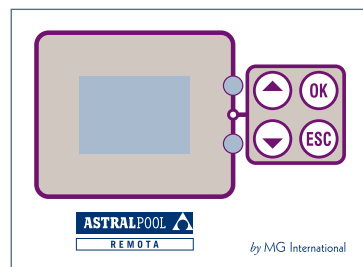

fig.5 - Teclado de navegación Remota™ versión Confort™
- pulse el botón "OK" (fig.5) de Remota™ para acceder al menú Ajuste.
- mediante las flechas del teclado Remota™ (fig.5), coloque el cursor sobre "Adjust pH 7" y valide pulsando la tecla "OK".
- pulse la tecla "OK" (fig.5) de Remota™ para acceder al menú de ajuste.
- mediante las flechas del teclado Remota™ (fig.5), coloque el cursor sobre "Ajuste T°" y pulse la tecla "OK".
- mediante las flechas "arriba" ▲ y "abajo" ▼ (fig.5), ajuste la temperatura mostrada en la pantalla hasta hacerla coincidir con la temperatura indicada por el termómetro de referencia.